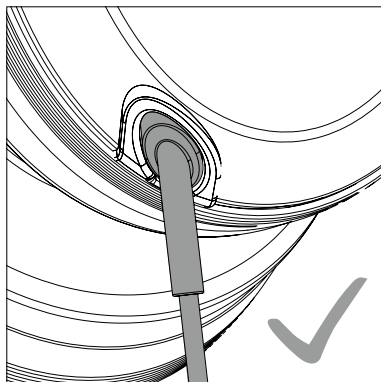

Abb. 3
- Der Stecker ist korrekt angeschlossen, wenn das Steckergehäuse wie in Abb. 3 gezeigt, bündig zur Hörmuschel ist.